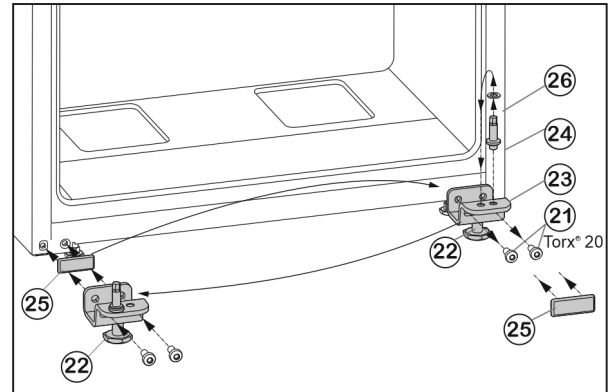

Fig. 9
- Dévisser les vis de fixation Fig. 9 (21).
- Retirer l'ensemble du support de palier inférieur Fig. 9 (23) avec le boulon de palier Fig. 9 (24), la rondelle Fig. 9 (26) et le pied de réglage Fig. 9 (22).
- Dévisser l'ensemble du boulon de palier Fig. 9 (24) avec la rondelle Fig. 9 (26), déplacer le tout dans le trou de préhension du côté opposé du support de palier et revisser fermement.
- Retirer avec précaution la plaque de recouvrement Fig. 9 (25) et la déplacer du côté opposé.
- Revisser l'ensemble du support de palier inférieur Fig. 9 (23) avec le boulon de palier Fig. 9 (24), la rondelle Fig. 9 (26) et le pied de réglage Fig. 9 (22) du côté de la nouvelle charnière, au besoin à l'aide d'une visseuse sans fil (**en appliquant un couple de 4 Nm**).
- Placer la porte à partir du haut sur le boulon de palier Fig. 9 (24).
- ▶ Dévisser le pied de réglage Fig. 9 (22) sur le support de palier inférieur Fig. 9 (23) jusqu'à ce qu'il repose au sol.